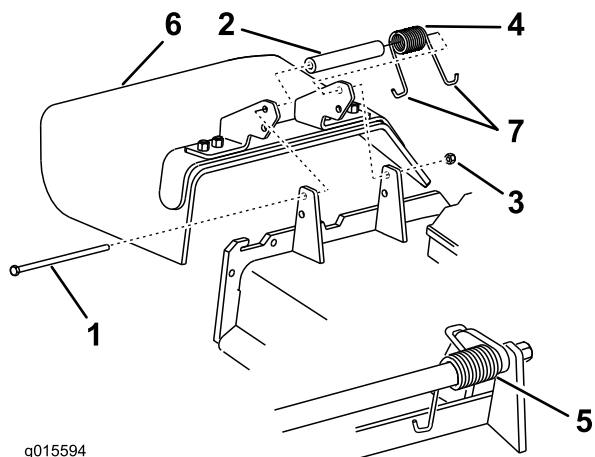

Figura 62
1. Togliete il dado di bloccaggio, il bullone, la molla e il distanziale che fissano il deflettore alle staffe orientabili del tosaerba (Figura 62).
**Nota:** Verificate che un'estremità a J della molla si trovi dietro il bordo della scocca prima di montare il bullone, come illustrato nella Figura 62.
6. Infilate un'estremità a gancio J della molla attorno al deflettore dello sfalcio (Figura 62).